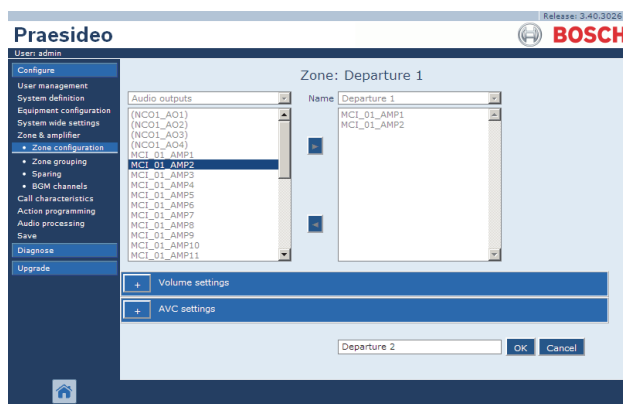

figure 46.4 : Ajout d'une zone, étape 2
- 2 Cliquez sur le bouton *Add* et entrez un nom pour la nouvelle zone dans la zone de texte au bas de la page. Exemple : *Departure 2* (voir figure 46.4). Ce nom peut comprendre au maximum 16 caractères.